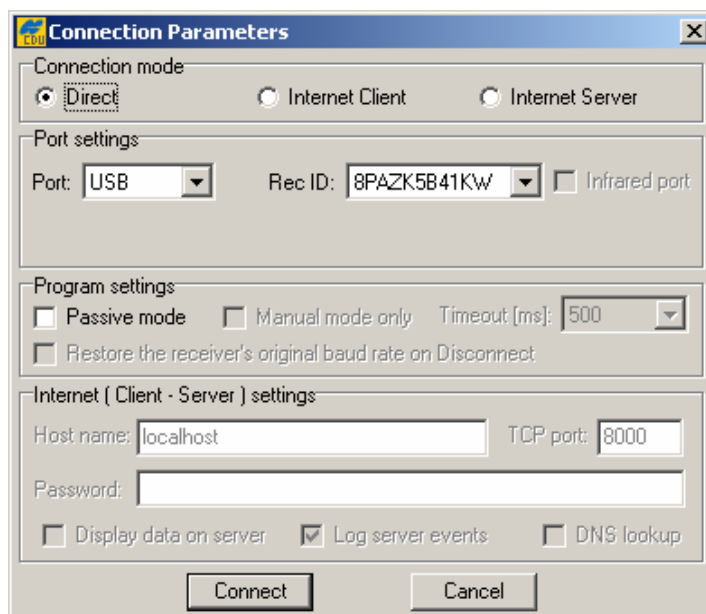

Рисунок 2-9. Параметры интерфейса USB
- Для интерфейса USB (рис. 2-9):